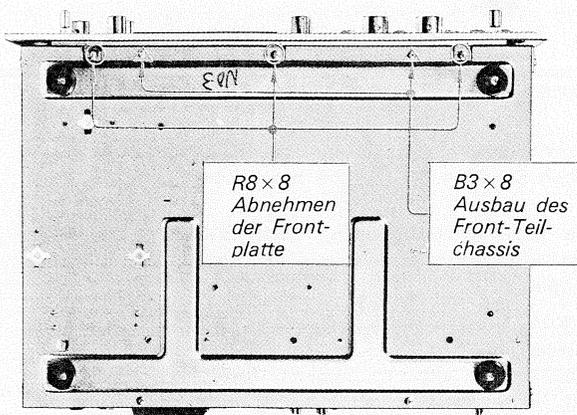
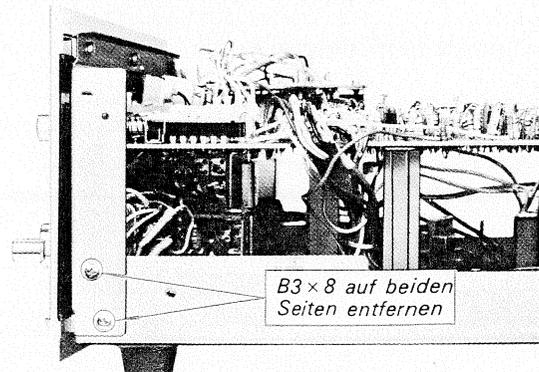

Fig. 2-1. Ansicht von unten
Fig. 2-7. Ausbau des Front-Teilchassis
2. Die drei Schrauben oben und unten an der Vorderkante des Chassis entfernen, siehe Fig. 2-1 und 2-2.
1. Die beiden Schrauben an der unteren Vorderkante (siehe Fig. 2-1) und die beiden Schrauben an den Seiten des Chassis entfernen, siehe Fig. 2-7.